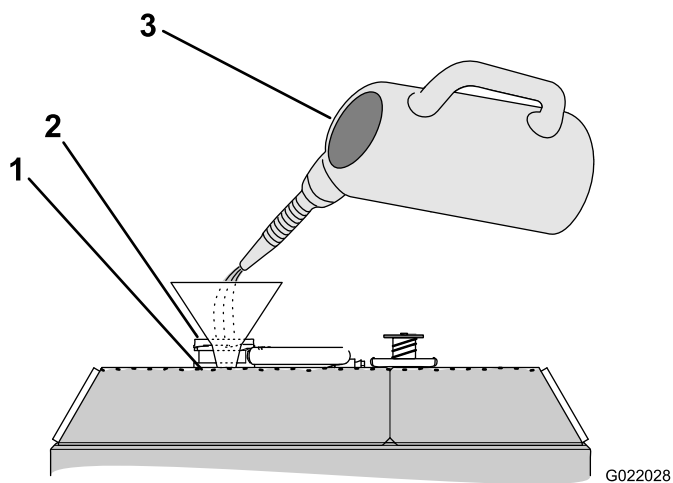

Рисунок 146
4. Залейте в радиатор охлаждающую жидкость так, чтобы ее уровень дошел до низа заливной горловины (Рисунок 146).